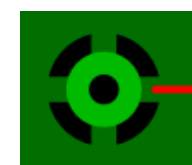

Рис. 66.
2. Сделать подключение с помощью термобарьера. Понять, что это такое, легко из рис. 66. Термобарьер необходим для уменьшения оттока тепла от контактных площадок при пайке (исключает появление «холодных» паек). Переходные отверстия к полигонам нужно подключать напрямую (т.к. они, как правило, не паяются), а контактные площадки – через термобарьеры. Конечно, бывают и исключения.